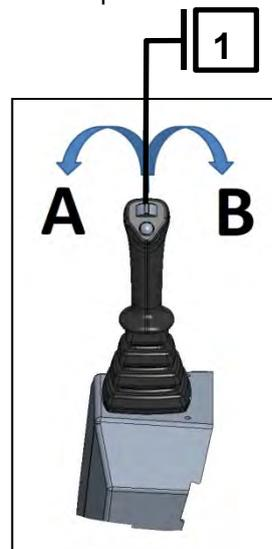

Рис. 26b Правый рычаг управления
4. Чтобы разблокировать быстрозажимное устройство, переместите переключатель 1 (рис. 26b) на правом рычаге управления в положение В (рис. 26b), что освободит штифты быстрозажимного устройства, и на быстрозажимном устройстве появится символ разблокировки А (рис. 26а).
7. Фиксация рабочего инструмента осуществляется путем вставки штифта 2 (рис. 26а) в отверстие на рабочем инструменте путем перемещения переключателя 1 (рис. 26b) на правом рычаге управления в положение А (рис. 26b), который освобождает штифты быстрозажимного устройства и на быстрозажимном устройстве изображен фиксирующий символ В (рис. 26а).